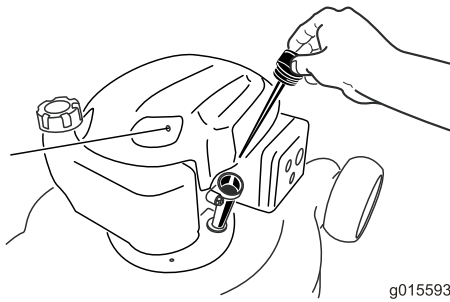

Рисунок 6
2. Извлеките шуп (Рисунок 6) и заполните маслом примерно 3/4 емкости картера через маслозаливную горловину.